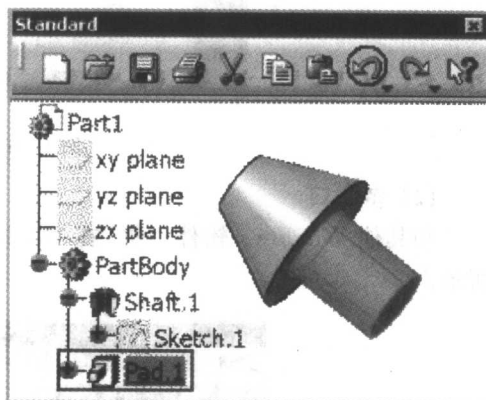

图 1-10 恢复“剪切”操作
③ 单击“撤销”按钮 (Ctrl+Z), 则圆柱体拉伸特征又重新显现出来, 如图 1-10 所示。